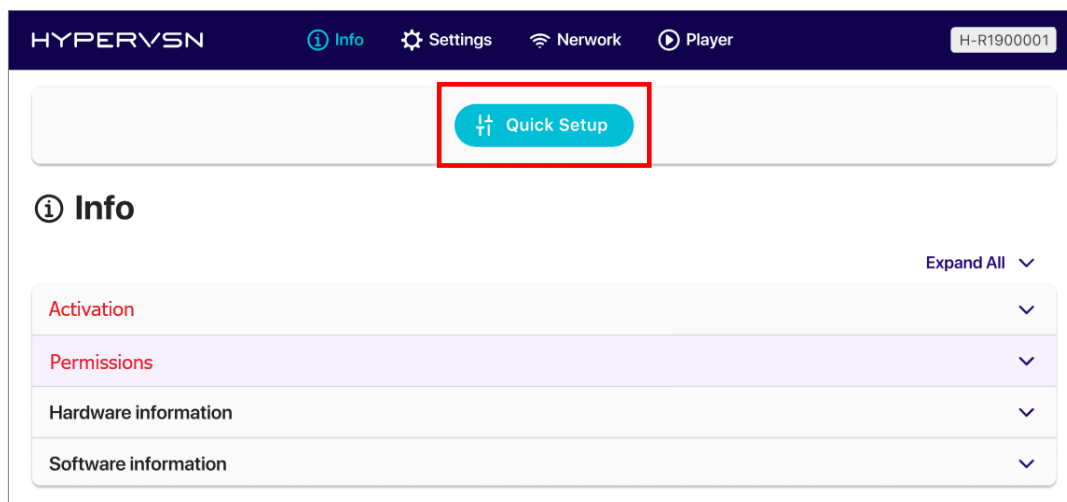

Fig 27. Page Info, bouton « Quick Setup »
- Cliquez sur **Quick Setup** (Fig 27).